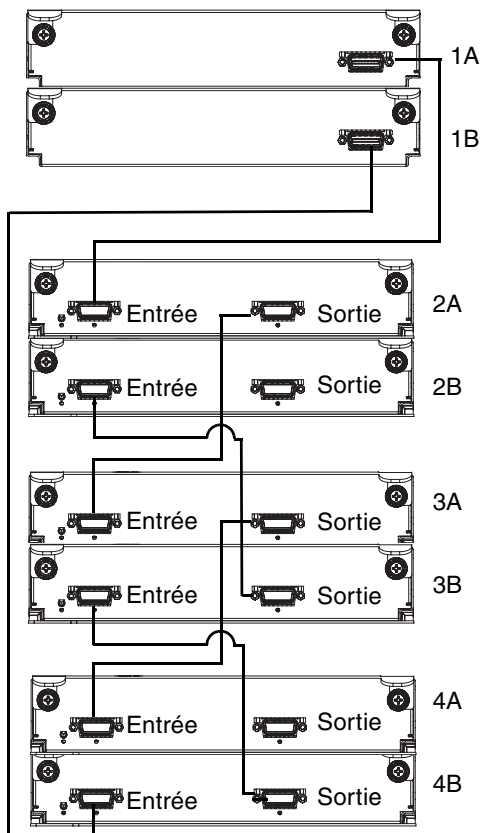

Figure 3 Connexions de câblage entre un boîtier à des contrôleurs et jusqu'à trois boîtier 12 disques MSA2000 3,5 pouces
Lors de la connexion de plusieurs boîtier pour lecteurs, le câblage inverse permet de garantir le niveau le plus élevé de tolérance aux pannes. Les contrôleurs et les modules E/S (d'extension) sont identifiés par <enclosure-ID><controller-ID>. Par exemple, la Figure 3 illustre le contrôleur 1A connecté au module E/S 2A, et la suite de la chaîne de connexions. Le contrôleur 1B est connecté au module inférieur (B) du dernier boîtier pour lecteur de la chaîne, avec un déplacement des connexions dans le sens opposé.